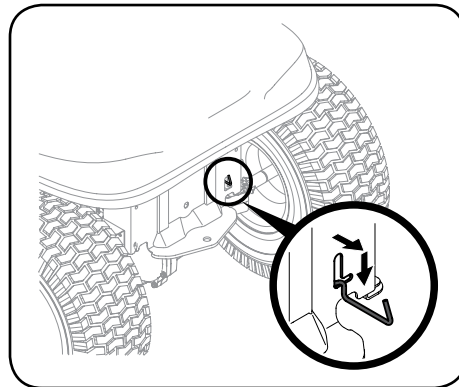

Figura 2-27
- Localice la varilla de derivación hidrostática en la parte trasera del tractor. Consulte la Figura 2-27.